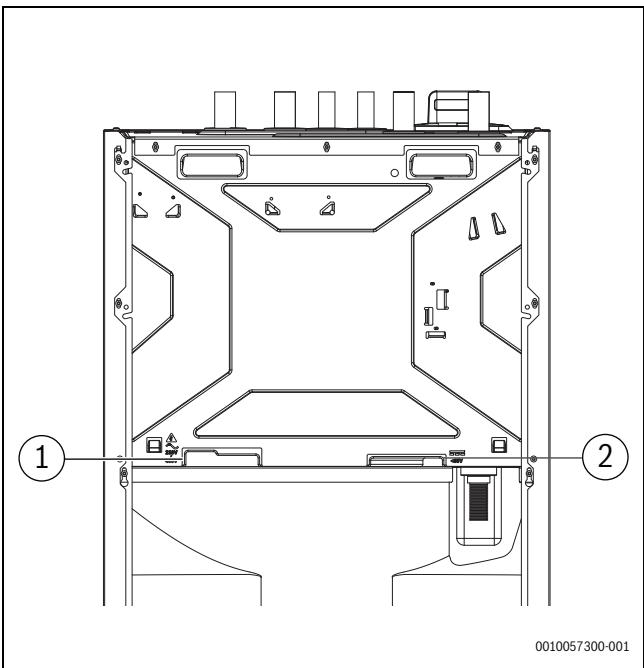

Bild 21 Kabelführungen der Inneneinheit
- Kabel von der Geräterückseite durch die Kabelkanäle einführen. Siehe Abbildung 21.